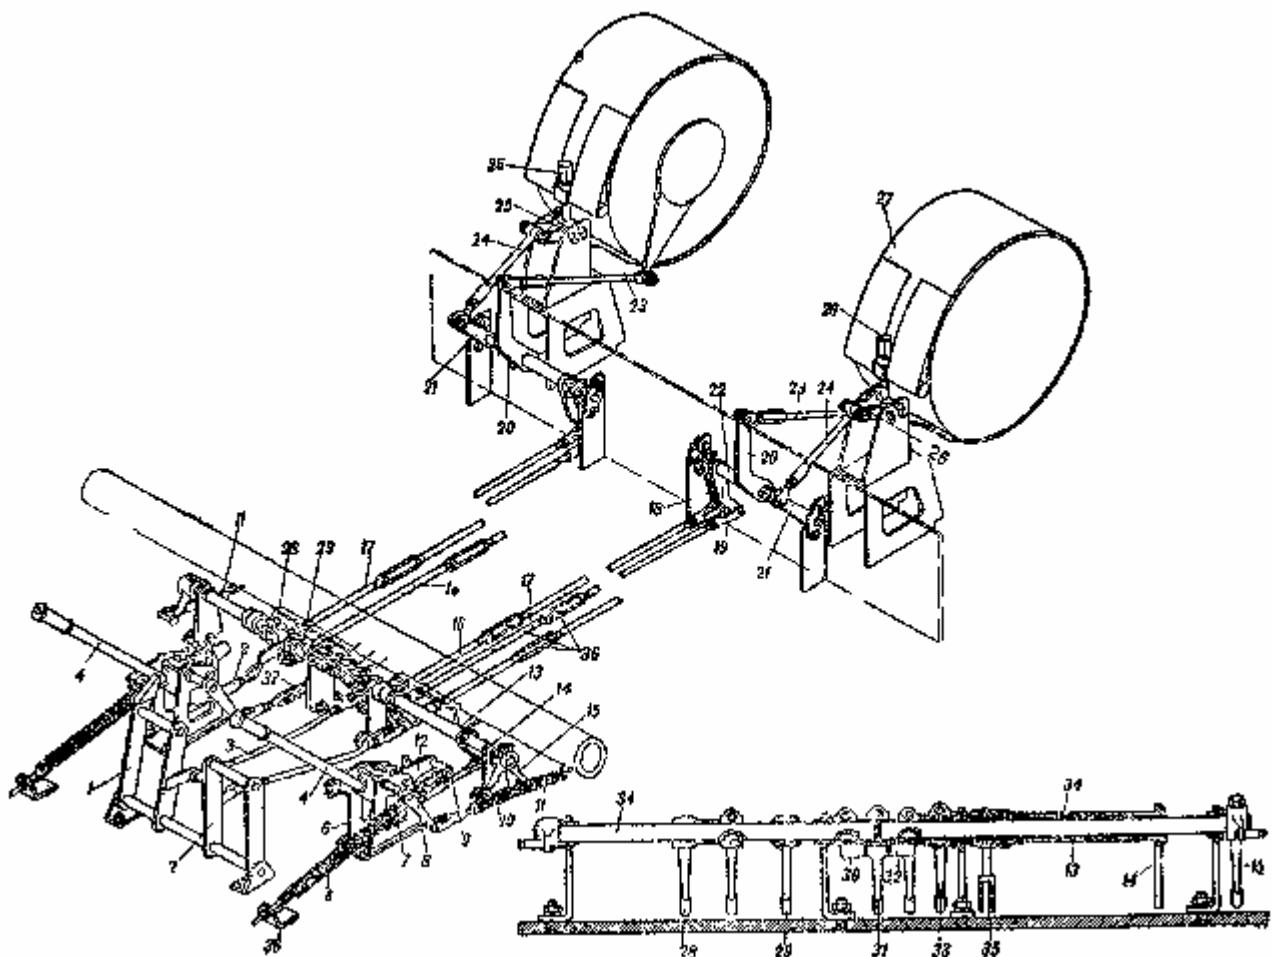
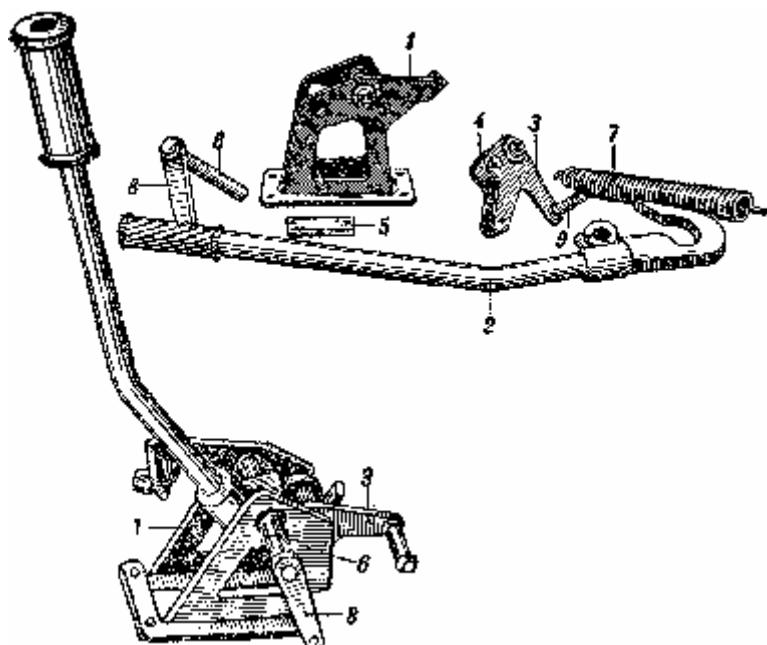

Рис. 117. Схема управления бортовыми фрикционами и тормозами:
Рис. 119. Общий вид и детали рычагов управления:
Ручной привод управления (рис. 117) состоит из трёх узлов:
Между шейками кронштейна на оси помещён трёхплечий рычаг 12 (см. рис. 117). Ролик 4 (рис. 119) этого рычага помещается в зеве крюка, находясь с ним в зацеплении.
Таким образом, при повороте водителем рычага на себя сначала выбирается зазор между крюком и роликом, а затем крюк, нажимая на ролик, повернёт трёхплечий рычаг, тянувший за собой промежуточную тягу 9 (см. рис. 117) бортового фрикциона, второй конец соединён с рычажком 14, приваренным к трубе 13 на уравнительном валике. К этой же трубе 13 приварен и второй рычажок 33, с которым соединена продольная тяга 17 бортового фрикциона. Последняя проходит под днищем в трансмиссионное отделение, где она соединена с рычажком 19 на переходном валике.
- 1) Проверить холостой ход тяг привода к бортовым фрикционам. Для этого, отъединив промежуточную тягу 9 (см. рис. 117) бортового фрикциона от трехплечего рычага или продольную тягу 17 от рычажка 33 на уравнительном валике подать тягу рукой вперёд. Полученный холостой ход должен находиться в пределах 9...12 мм. При холостом ходе менее 9 мм удлинить или промежуточную тягу (свинчиванием вилки), или продольную тягу (регулировочной муфтой), либо укоротить наклонную тягу в корме танка. Если же холостой ход более 12 мм, то поступить наоборот. Проверив ход, соединить с рычагом ранее отъединённую тягу.